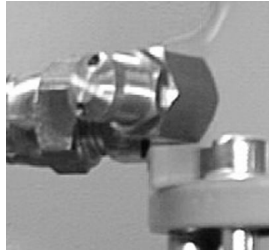

Abb. 2.2
- **Sicherheitsventil** (Abb. 2.2)